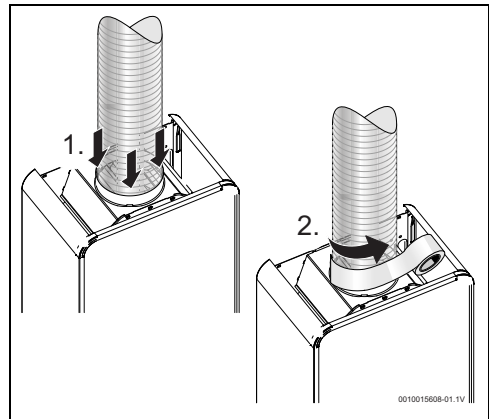

Fig. 12
- essere inserito all'interno del collare del camino (→dimensioni dell'anello nella tab. 4), senza gioco e ben calzato sui raccordi. In presenza di gioco, il collegamento deve essere sigillato con il materiale adatto (fig. 12),